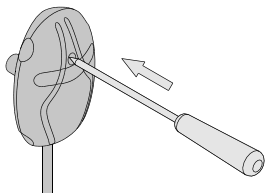

Abbildung 9. Zurücksetzen des Überhitzungsschutzes
- Das Fühlergehäuse enthält einen Temperaturfühler und einen Überhitzungsschutz. Wenn die Temperatur in der Umgebung des Temperaturfühlers zu stark ansteigt, unterbricht der Überhitzungsschutz die Stromzufuhr. Das Zurücksetzen des Überhitzungsschutzes wird in Abbildung 11 dargestellt. (->Abbildung 9. Zurücksetzen des Überhitzungsschutzes).